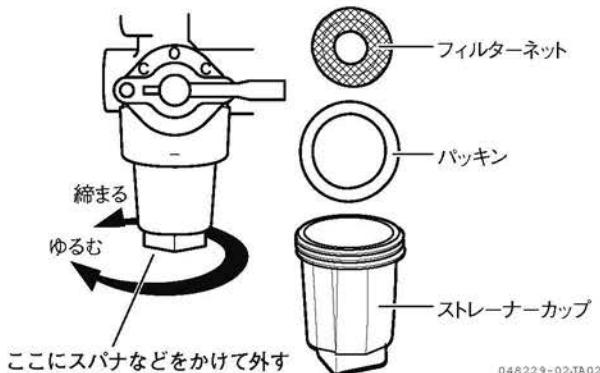

図4-22 燃料コシ器
2. 燃料コシ器下部の四角部を、工具(二面幅(10mm))でゆるめます。(図4-22)
4. フィルターネット、パッキン、ストレーナーカップの順に元通りに取り付けます。(図4-22)